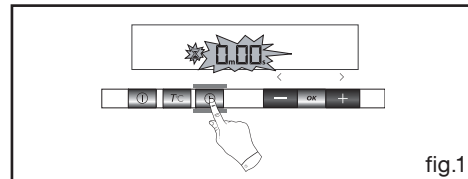

fig.1
- Tryk tre gange på tasten  (fig.1).